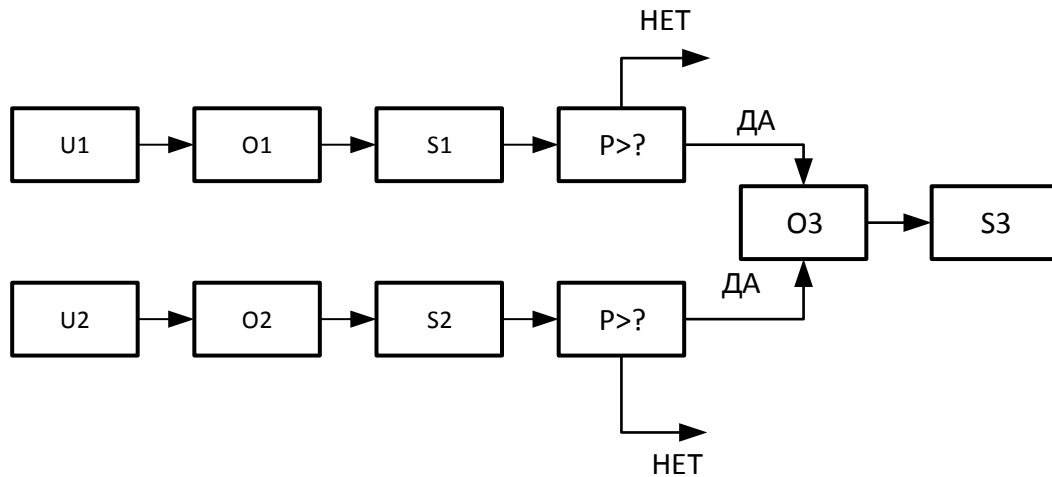

Рис. 7. Вариант 7 (Функциональная схема СМО)
7. СМО состоит из двух параллельно работающих линий, каждая из которых состоит из источника заявок, очереди конечной длины и сервера (рис. 7). Обслуженные заявки с вероятностью $1-p$ покидают систему, и с вероятностью p поступают в общую очередь, откуда поступают на сервер обслуживания.